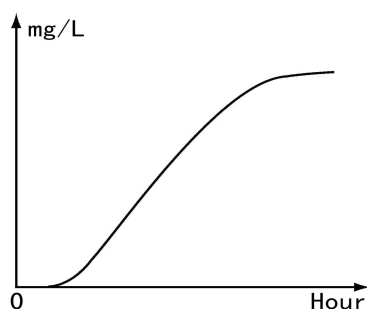

图7 BOD₅生化曲线图
7、在坐标图纸上画出各个样品 BOD_5-t 曲线，从曲线上，可判定测量开始后 120 小时内任一时间样品 BOD_5 的数值。（见图 7）